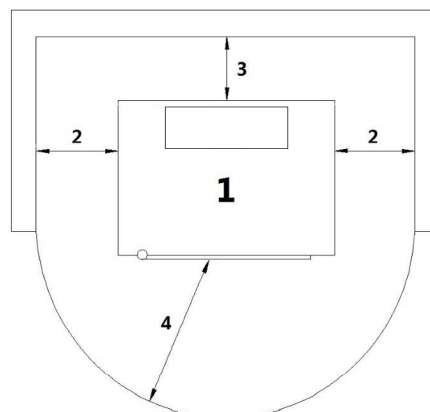

Fig. 13 - Installazione generica
LEGENDA Fig. 13 a pag. 14
- È obbligatorio installare la stufa staccata da eventuali muri e/o mobili, con un giro d'aria minimo di 200 mm ai lati, di 200 mm sul retro, per consentire un efficace raffreddamento dell'apparecchio e una buona distribuzione del calore nell'ambiente (vedi **Fig. 13 a pag. 14**).
- Se le pareti sono in materiale infiammabile, verificare le distanze di sicurezza (vedi **Fig. 13 a pag. 14**).